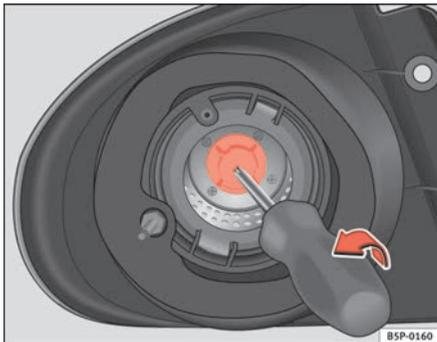

Fig. 193 Feu clignotant
- Retirez le porte-lampes du clignotant à l'aide d'un tournevis dans le sens de la flèche (voir ⇒ fig. 193).